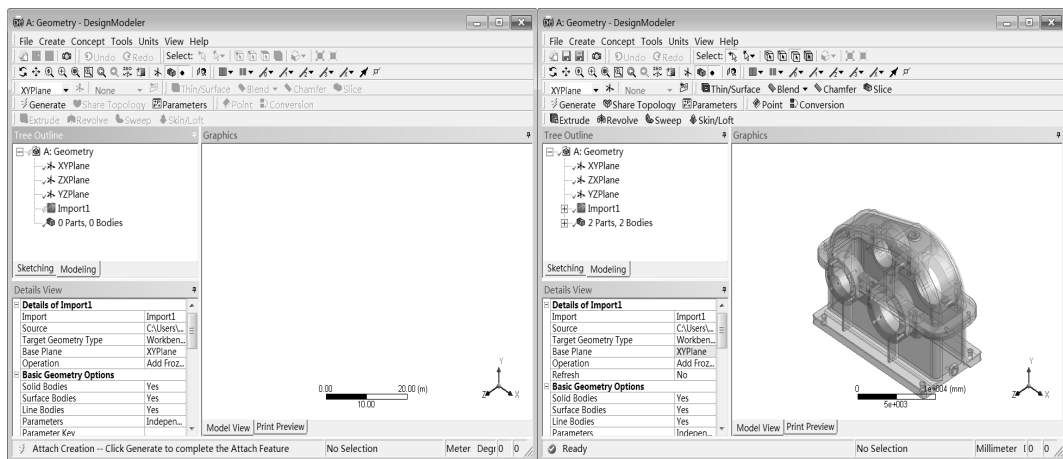

图 7-26 生成几何
Step4：如图 7-26 所示，双击项目 A 中的 A2 (Geometry) 选项，此时会加载 DesignModeler 平台，同时弹出“单位设置”对话框，将单位设置为 mm，关闭“单位设置”对话框。